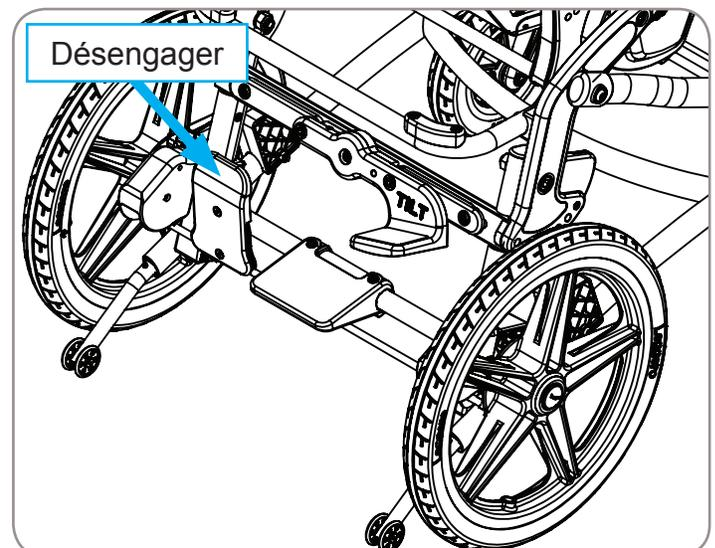

Figure 5
3. Pour désengager le dispositif de blocage des roues, poussez vers l'avant la pédale rouge. Consultez la figure 5.